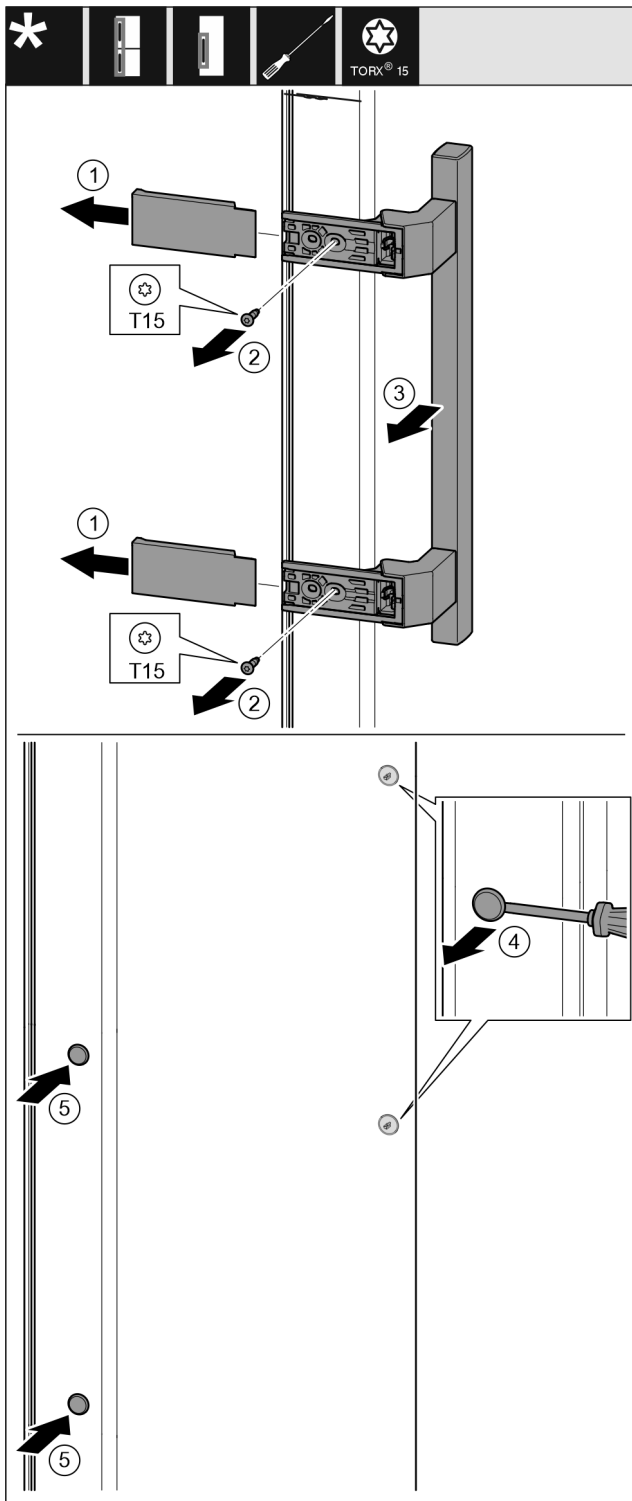

Fig. 21
- ▶ Снимите крышку. Fig. 21 (1)
- ▶ Выкрутите винты отверткой T15. Fig. 21 (2)
- ▶ Снимите ручку. Fig. 21 (3)
- ▶ Осторожно приподнимите шлицевой отверткой боковые заглушки и выньте их. Fig. 21 (4)
- ▶ Снова вставьте заглушки с другой стороны. Fig. 21 (5)